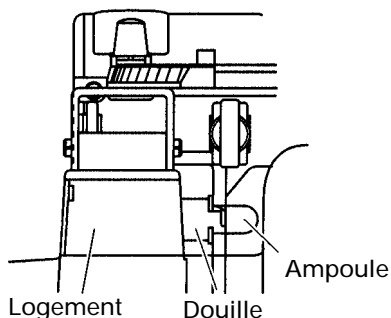

Fig. 23 (Vue du haut)
- (3) Retirer l'ampoule de la douille. (Fig. 23)
- Pour fixer la douille au logement, aligner la douille sur l'orifice du logement tout en regardant le dos de la douille comme indiqué à la Fig. 23, puis insérer la douille jusqu'à ce qu'elle touche légèrement le logement.